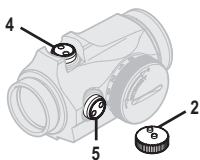

Рис. 3. Колпак регулировочного механизма
- d. Для проворачивания регулировочных винтов используйте колпак регулировочного механизма (2) или ключ (13А). Установите выступы колпака регулировочного механизма (2) в углубления регулировочных винтов (4) и (5). См. рисунок 3.